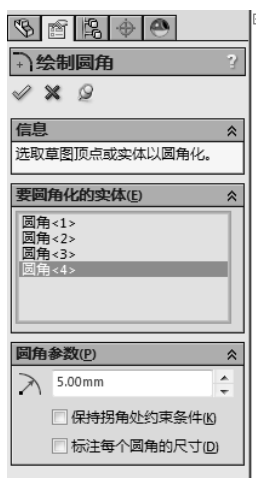
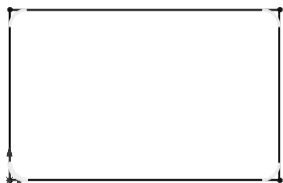

图 3-2 设置圆角属性
图 3-3 矩形草图圆角预览
- [4] 为每个圆角选择草图实体,在圆角操控板中设定属性,如图 3-2 所示。矩形草图圆角预览如图 3-3 所示。